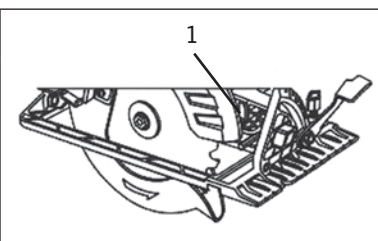

FIG. 9
La lampe de travail à DEL (1) s'allume automatiquement lorsque l'outil est branché à l'alimentation (fig. 9). Elle s'éteint lorsque la fiche est retirée de l'alimentation.